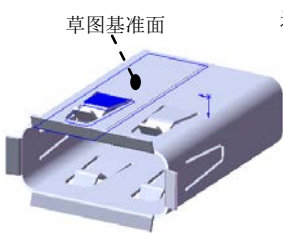
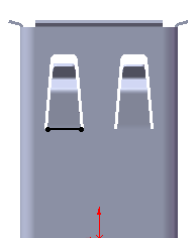

图 10.69 绘制的折弯 12
图 10.71 横断面草图
Step22. 创建图 10.69 所示的钣金特征——绘制的折弯 12。
(1) 选择下拉菜单 **插入(I)** → **钣金(B)** →  **绘制的折弯(S)...** 命令。
(2) 定义横断面草图。选取图 10.69 所示的模型表面为草图基准面，绘制图 10.71 所示的横断面草图。